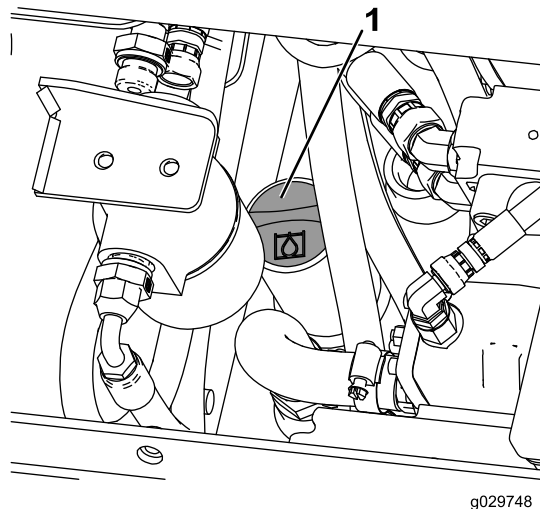

Figura 64
7. Limpie la zona alrededor del cuello de llenado del depósito de aceite hidráulico (Figura 64).